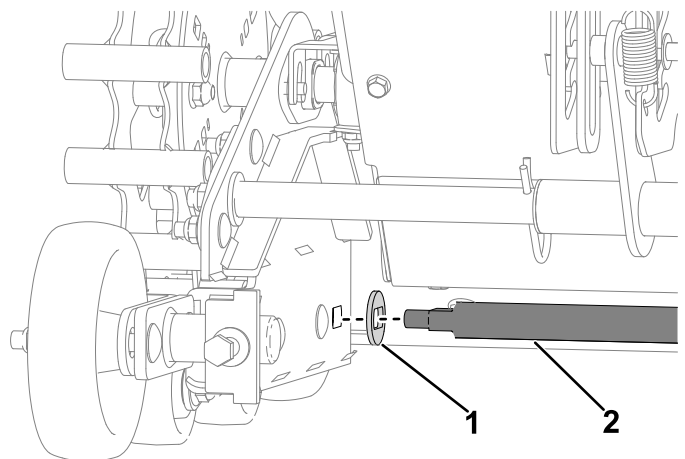

Figura 32
- Instale las 2 arandelas especiales en la nueva barra de pivote. Instale la nueva barra de pivote con las arandelas especiales a través de los conjuntos de oruga y la placa de sujeción y fíjela con las 2 contratuercas nuevas (3/8") (Figura 32).